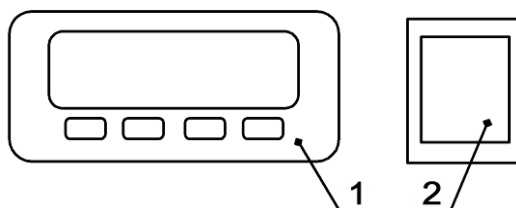

Рис.1. Панель управления
7.2. Панель управления представлена на рис. 1.